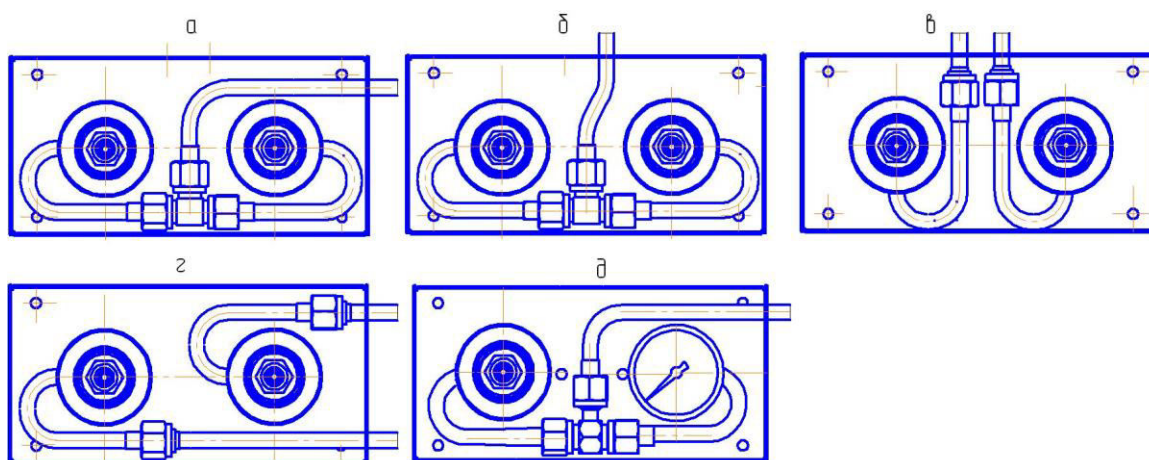

Рис.3 Различные исполнения СКБ-1
4.7 Варианты исполнения системы клапанной быстроразъемной приведены на рис.3.